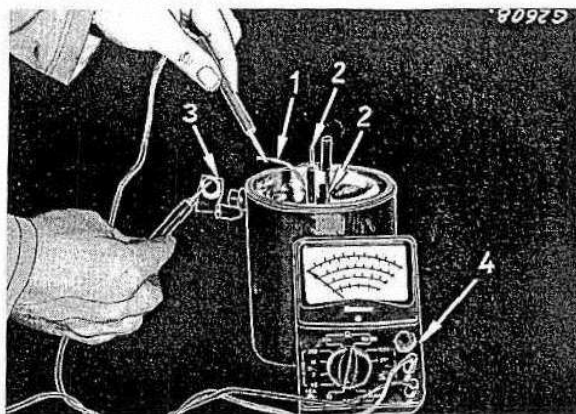

Bild 19
**Anmerkung:** Wenn vorhanden, vor der Prüfung das Ende der Nebenschlußwicklung (1) Bild 19 auslöten.
Die Taster eines Ohmmeters (4) Bild 19 oder eine 12 Volt-Prüflampe an Anschluß (3) und jeweils an ein Wicklungsende halten.